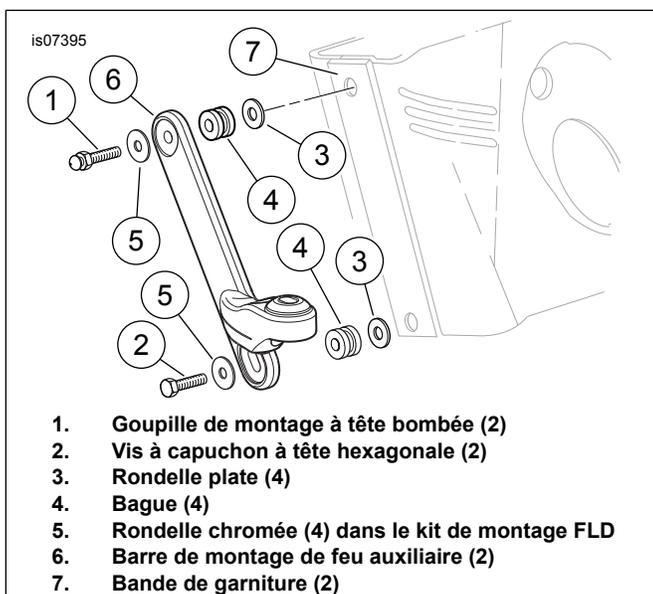

Figure 1. Installation du support de feu auxiliaire (FLSTF)
4. Voir Figure 1. Poser une rondelle chromée du kit FLD (5) sur les filets de la goupille à tête bombée (1), puis insérer les filets par le trou supérieur de la barre de montage de feu (6).